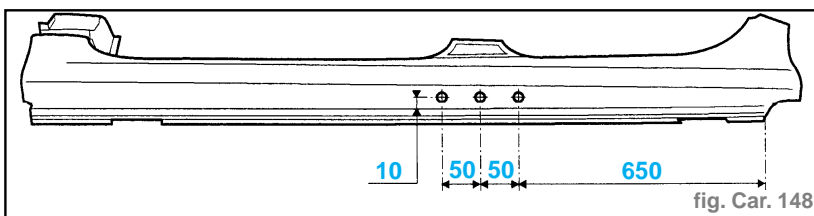

fig. Car. 148
- Tracer puis percer suivant la figure des trous $\varnothing 8 \text{ mm}$ pour soudage ultérieur par points bouchons (fig. Car. 148).
- Souder par points bouchons au MIG (suivant les perforations) (fig. Car. 148).